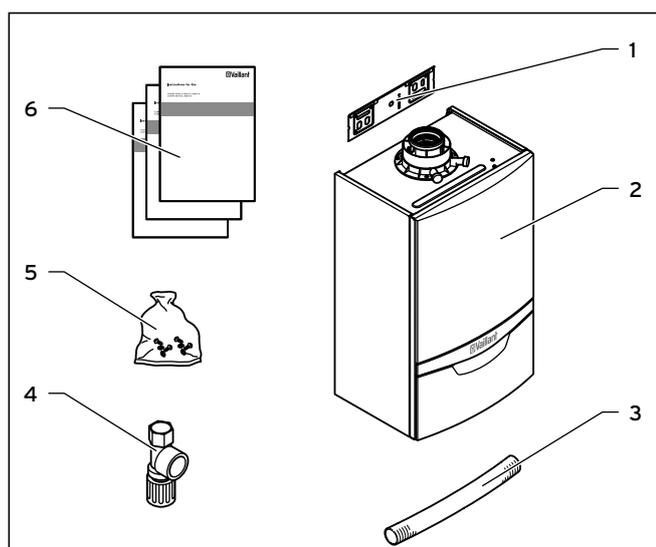

Fig. 4.1 Contenu de la livraison
- Vérifiez que le contenu de la livraison est complet (→ fig. 4.1 et → tab. 4.2).